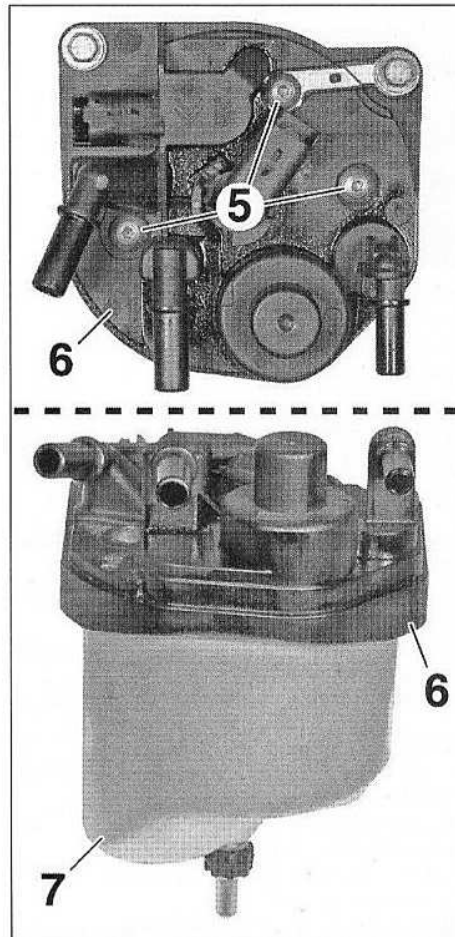

FIG.52
- Déposer les vis (5) (Fig.52).
- Séparer le couvercle (6) de l'élément filtrant (7).